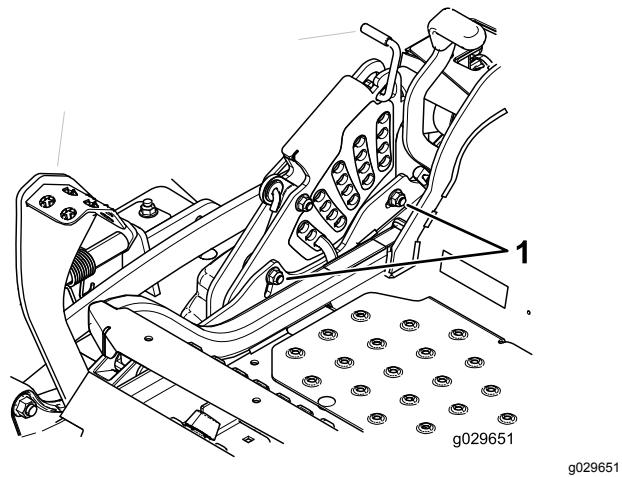

Figure 94
- Pour régler le système monopoint, desserrez les 2 boulons au bas de la plaque de hauteur de coupe (Figure 94).
- Serrez les 2 boulons au bas de la plaque de hauteur de coupe (Figure 94). T